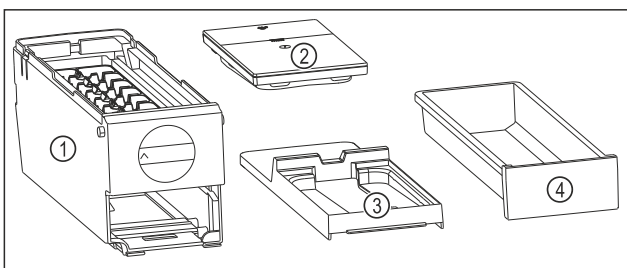

Fig. 123 Bestandteile des EasyTwist-Ice
- ▶ EasyTwist-Ice ist in vier Teile zerlegt. (siehe Fig. 123)
- ▶ EasyTwist-Ice nur in abgebildete Bestandteile zerlegen. (siehe Fig. 123)
- ▶ EasyTwist-Ice-Korpus Fig. 123 (1) als Ganzes reinigen.